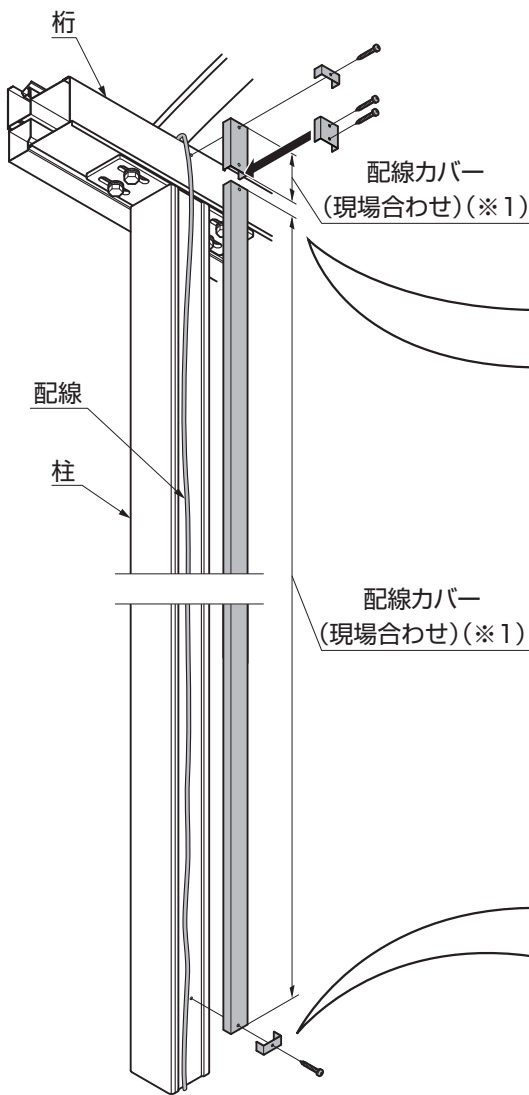

図2-6
- 配線カバー(※1)は現場に合わせて切断してください。(図2-6参照)